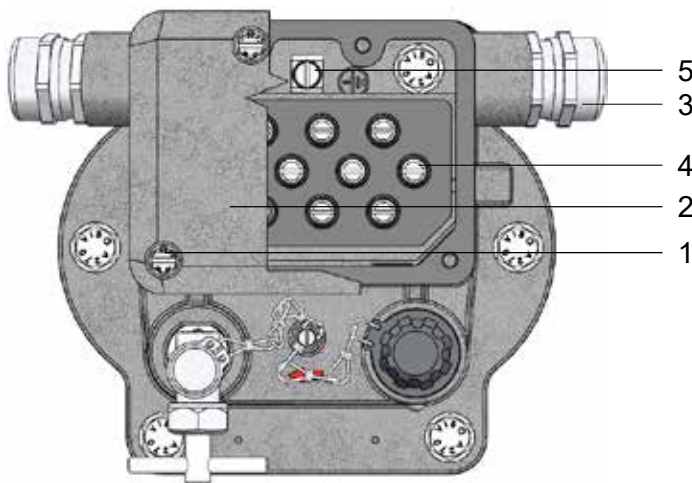

Bild 5 - Elektrischer Anschluss bei mehr als 8 Durchführungen
- 4 Schrauben M5 (Bild 5/ Nr. 1) lösen
- Kappe (Bild 5/ Nr. 2) abnehmen
- Leitung durch die Kabelverschraubung (Bild 5/ Nr. 3) einführen
- Leitung an Klemmenbolzen (Bild 5/ Nr. 4) anschließen (max. Anzugsmoment 1,5 Nm)
Schutzleiter (Isolation grün-gelb) an die Erdungsklemme (Bild 5/ Nr. 5) anschließen (maximales Anzugsmoment 3 Nm).